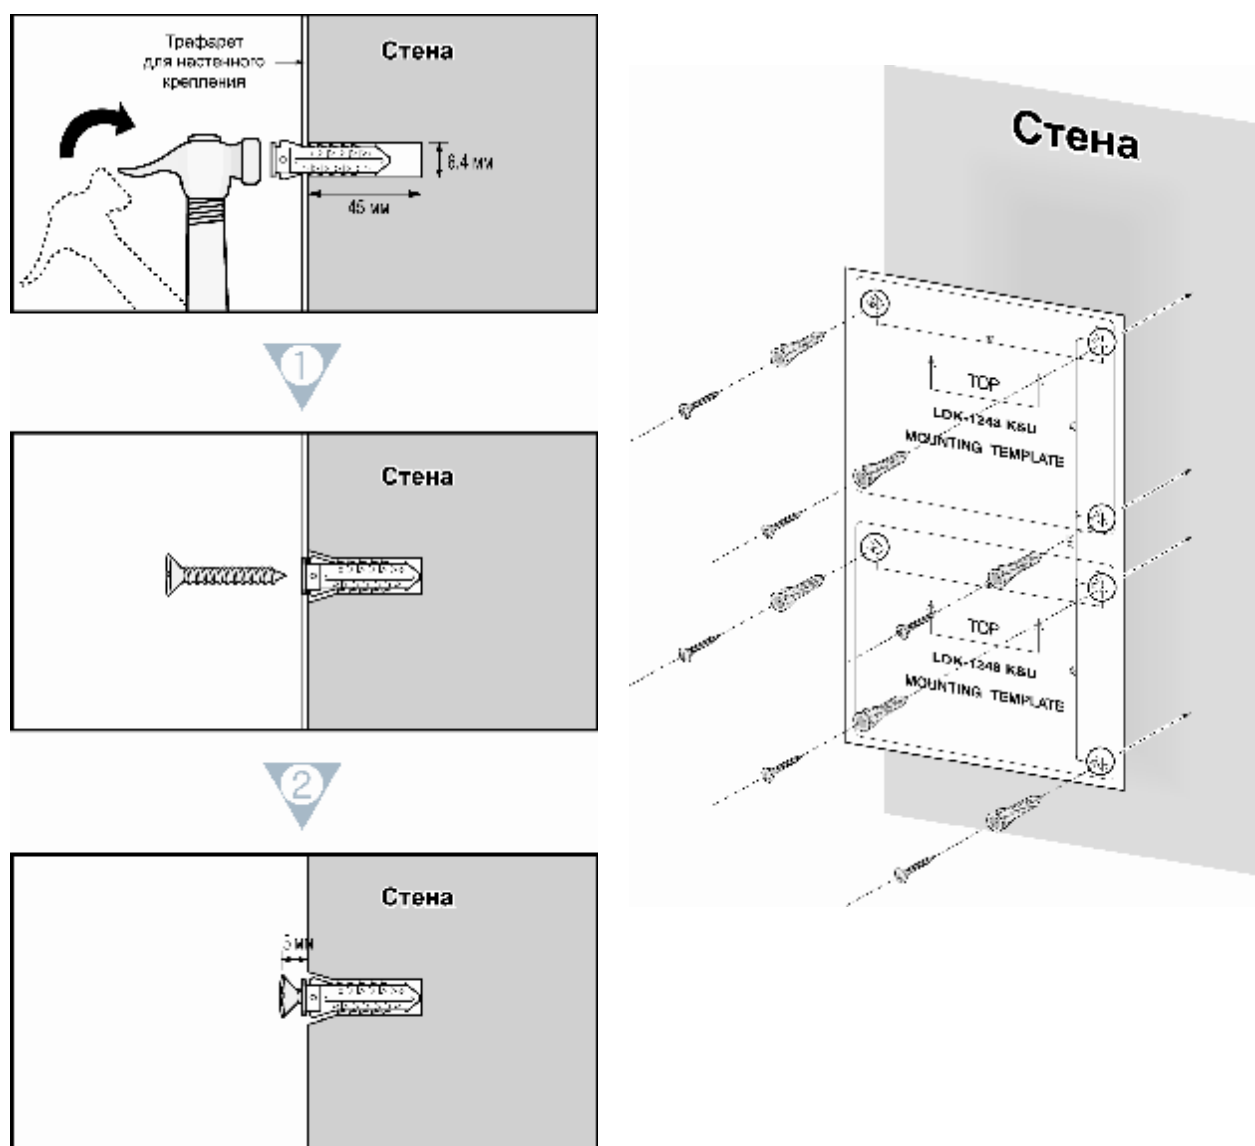

Рис. 3.3.2.1а Установка трафарета для настенного монтажа
2. Закрепите в стене 3 дюбеля, используя трафарет для настенного крепления, поставляемый в комплекте с системным блоком (Рис. 3.3.2.1а). Возможна установка блока расширения, как в вертикальном, так и в горизонтальном положении.
4. Аккуратно повесьте системный блок на саморезы. (Рис. 3.3.2.16).
2. Прикрепите стоечное крепление на нижнюю часть корпуса системного блока как показано на рис. 3.3.2.2а и прикрутите шурупами в направлении по часовой стрелке.
5. Стоечное крепление с находящейся в нем системой закрепите на стойке с помощью 4 шурупов (Рис. 3.3.2.26).